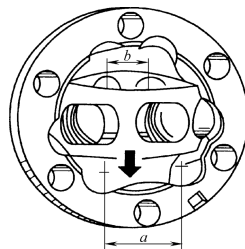

图 3-86 安装球笼架和保持架
- 2) 将钢球、保持架及球毂垂直压入壳体, 如图 3-86 所示, 使壳体宽边 α 与球毂窄边对齐。